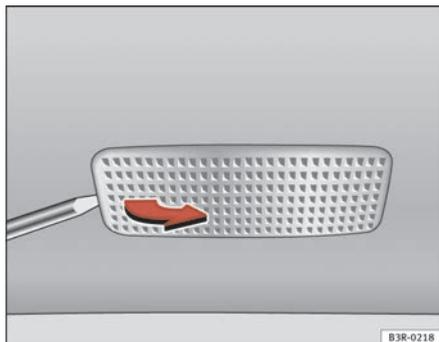

Fig. 223 Démontage de l'éclairage du pare-soleil
- Retirez le feu avec soin, en utilisant un tournevis plat ⇒ fig. 223.